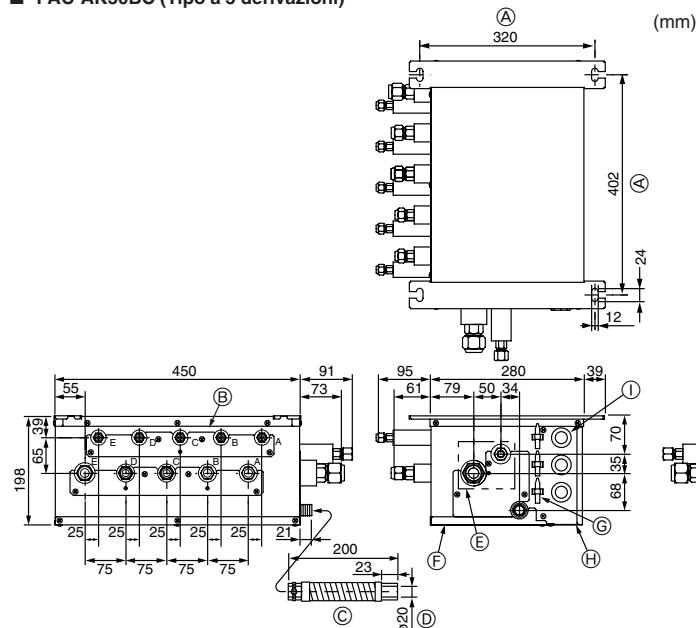

Fig. 4-2
#### ■ PAC-AK50BC (Fig. 4-2)
- (1) Montare i bulloni di sospensione (non in dotazione) alla distanza indicata. (Fig. 4-2, 4-3)